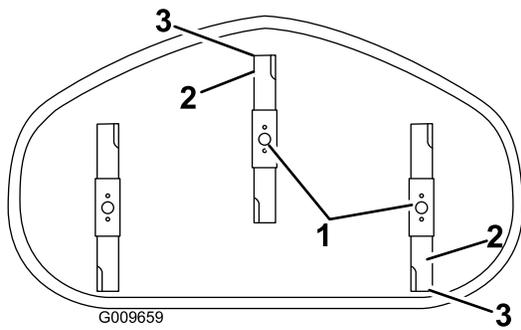

Figura 58
- Gire cuidadosamente las cuchillas colocándolas en el sentido de avance de la máquina (Figura 58).
5. Mida entre la punta de la cuchilla delantera y la superficie plana y entre la punta de la cuchilla trasera y la superficie plana (Figura 58).
7.9 mm (1/16" a 5/16") más baja que la punta de la cuchilla trasera (Figura 58).